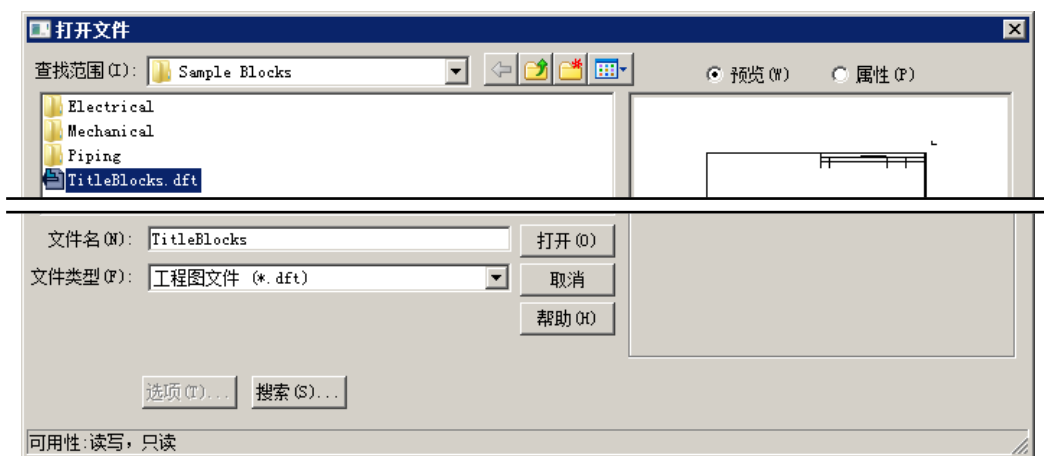

图 7.2.3 “打开文件”对话框
- **宽度 (I):** 文本框: 用来定义工作区域的宽度数值。当其比例因子为 1 时, 该数值与所选的纸张宽度相等。
- **高度 (E):** 文本框: 用来定义工作区域的高度数值。当其比例因子为 1 时, 该数值与所选的纸张高度相等。
- **▶** 按钮: 在用户修改了工作区域的宽度和高度数值后, 单击此按钮, 系统将重新计算比例因子, 并显示在 **比例 (S):** 文本框中。
- **比例 (S):** 文本框: 用来定义工作区域的比例因子, 系统将根据此数值将边界进行缩放, 以便适应零件或装配的大小。同时该数值也用来控制注释文本的大小, 这样在添加注释时就可以保持正确的文本高度。在绘制二维图形时, 通常采用 1: 1 的比例进行绘制。
- **◀** 按钮: 在用户修改了工作区域的比例因子后, 单击此按钮, 系统将重新计算工作区域的宽度和高度数值, 并分别显示在 **宽度 (I):** 和 **高度 (E):** 文本框中。
Step3. 单击 **浏览(B)...** 按钮, 系统弹出“打开文件”对话框, 将“查找范围”定位到安装路径\Program Files\Solid Edge ST4\Sample Blocks 之下, 选中图 7.2.3 所示的 TitleBlocks.dft 文件, 单击 **打开(O)** 按钮, 系统返回到“图纸区设置”对话框。